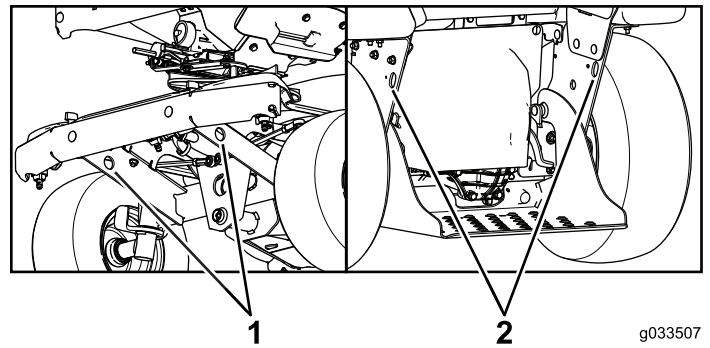

Figure 65
4. Servez-vous des points d'attache de la machine pour l'arrimer solidement sur la remorque ou le véhicule de transport au moyen de sangles, de chaînes, de câbles ou de cordes (Figure 65). Reportez-vous à la réglementation locale concernant les exigences d'arrimage et de remorquage.